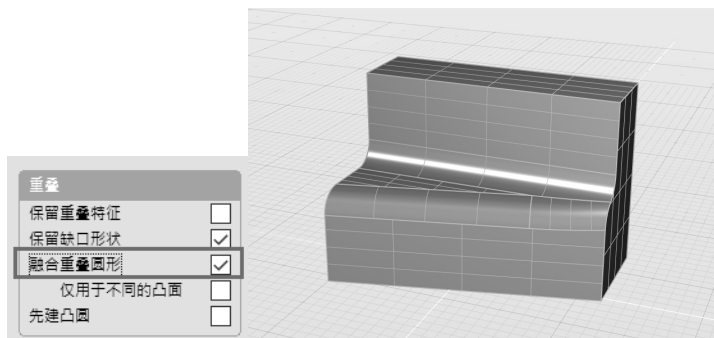

图 4-172 融合重叠圆角（左）以获得倒圆角结果（右）
4) 在倒圆角步骤的控制面板中，在“重叠”参数下勾选“融合重叠圆形”复选框，随后单击“运行 (Alt+G)”按钮，获得更新结果，如图 4-172 所示。